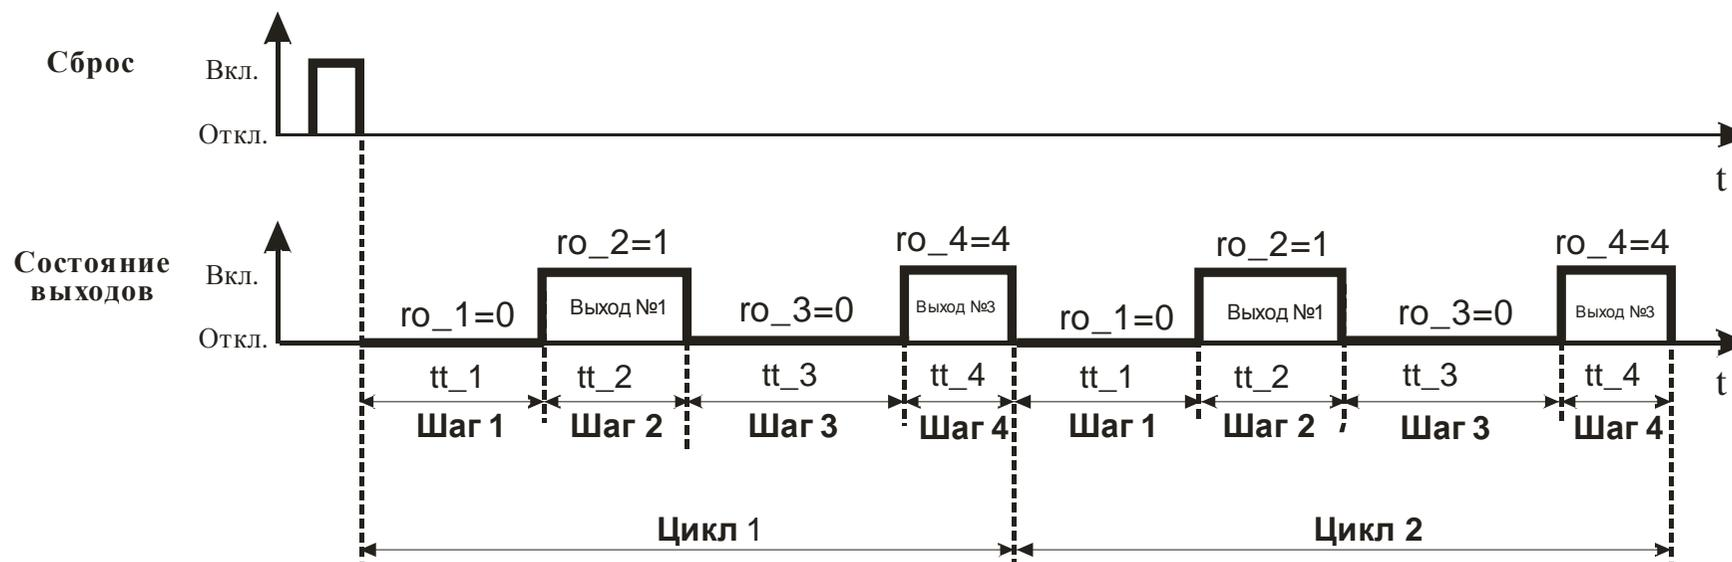

Рисунок 3.2 – Временная диаграмма работы прибора
3.4.2.9 Параметр “Количество циклов” - **LooP** - определяет количество циклов при работе прибора (см. рисунок 3.2). Максимальное количество циклов 99. При установке параметра в 0 прибор работает в режиме бесконечного цикла.